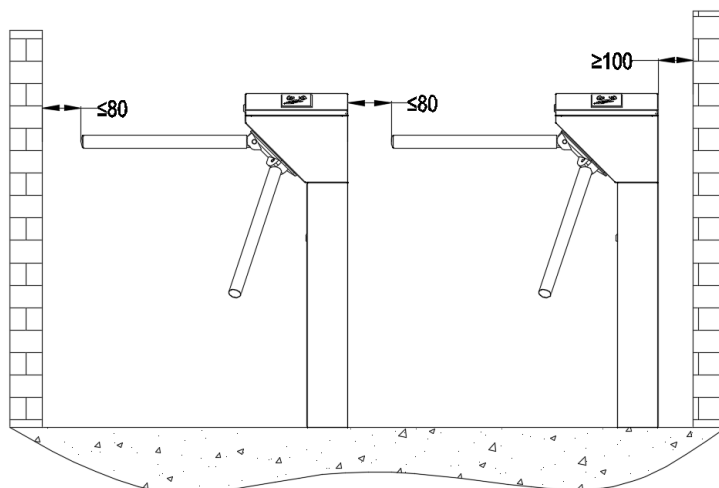

Figura 3-1
Si consiglia di installare una struttura o una recinzione di assistenza per formare un passaggio, come illustrato nella Figura 3-1.
2. Lo spazio libero dall'estremità del braccio non deve essere superiore a 80 mm (cfr. figura 3-1).